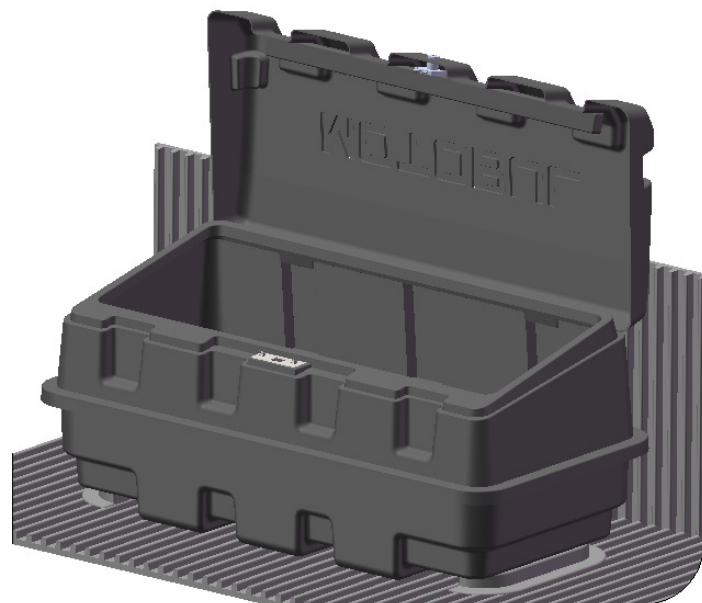
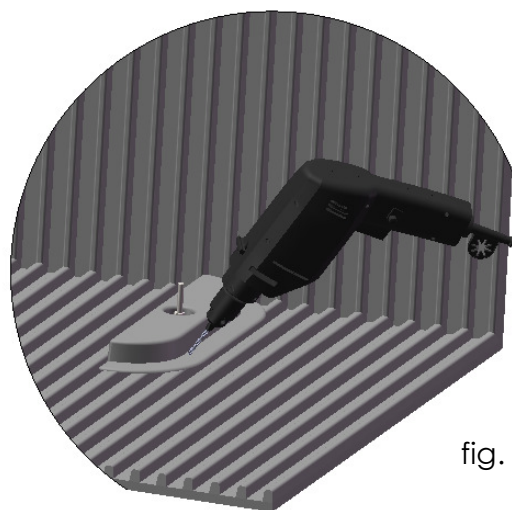

fig. 1
fig. 2
- 3.Leve o BOX já montado até a caçamba da pick-up, posicionando-o com a tampa aberta (ver fig 1) em uma das laterais da caçamba (sugerimos que seja nas costas da cabine da pick-up). Após ter definido o melhor local para o BOX, utilize o lápis marcador e contorne o conjunto base fixação a fim de saber o local onde deverá prender o mesmo na base da caçamba. Repita a marcação do outro lado;
- 4.Certifique-se de que as marcações estão bem visíveis e remova o BOX do local. Desmonte o conjunto feito na pré-montagem (frouxe a porca borboleta e a arruela da parte interna do BOX removendo-as) de forma a ter livres os dois itens da base fixação (item 2);
- 5.Posicione o conjunto base fixação (item 2) , no local demarcado anteriormente na base da caçamba, conforme fig 2.;
6. Furação: Escolha o melhor local para furação da base do conjunto fixação e com o auxílio da furadeira faça os 4 furos em cada uma das bases, (fig 2) transpassando a proteção da caçamba. A base do conjunto fixação (item 2) não sai furada de fábrica justamente para permitir ao instalador escolher o melhor ponto para furar e prender os parafusos 3,5x16 (item 6);
7. Após furado no melhor local, prenda os parafusos 3,5x16 (item 6) nos conjuntos base fixação (item 2) . Em seguida monte o BOX sobre os conjuntos base fixação (item 2) já presos na caçamba da pick-up, utilizando a mesma sequência indicada na pré-montagem, deixando o conjunto bem firme;